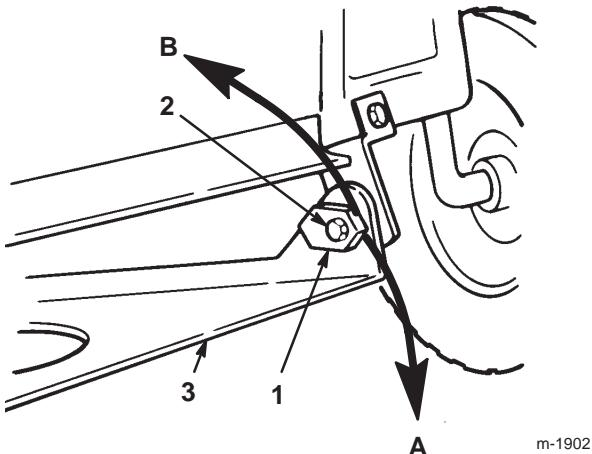

Figure 46
- 15.** Réglez l'inclinaison avant/arrière en tournant les écrous spéciaux situés de part et d'autre du pivot de plateau (Fig. 46).
- 16.** Vissez lentement l'écrou de réglage d'inclinaison gauche vers le bas pour relever l'avant de la machine (Fig. 46). Tournez l'écrou de réglage jusqu'à ce que l'avant du plateau soit de 6 à 16 mm plus bas que l'arrière.